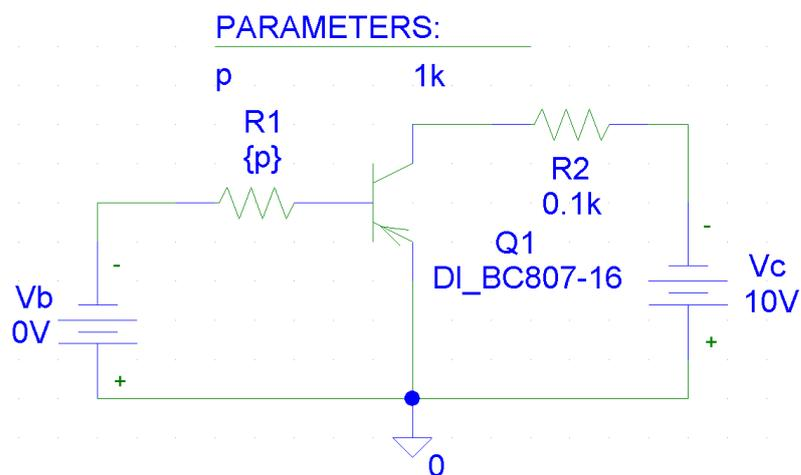
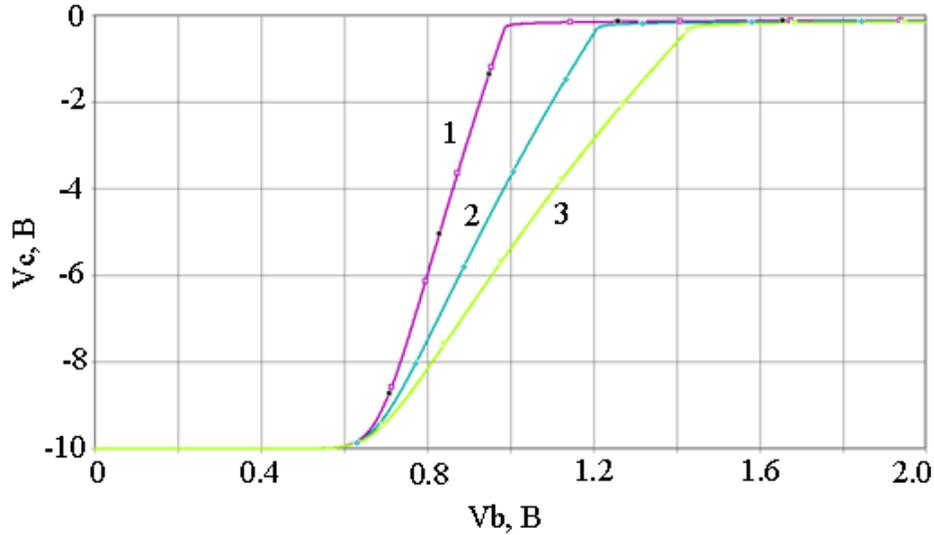

Рисунок 5.5 – Схема измерений передаточной характеристики
Рисунок 5.9 – Передаточные характеристики
5.4.1 Создать новый проект и в PSpice Schematics подготовить схему для измерения передаточных характеристик (рис. 5.5).
5.4.6 Сохранить схему и результаты анализа в заготовке отчета. Пример оформления схемы приведен на **рис. 5.5**, передаточных характеристик – на **рис. 5.9**.